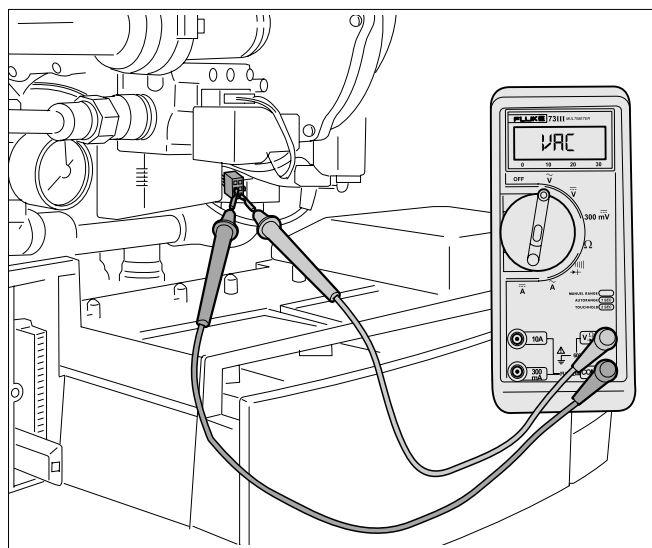
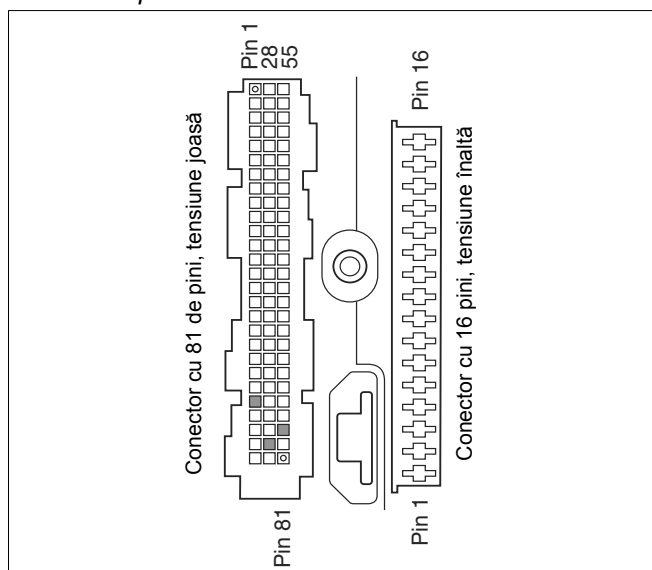
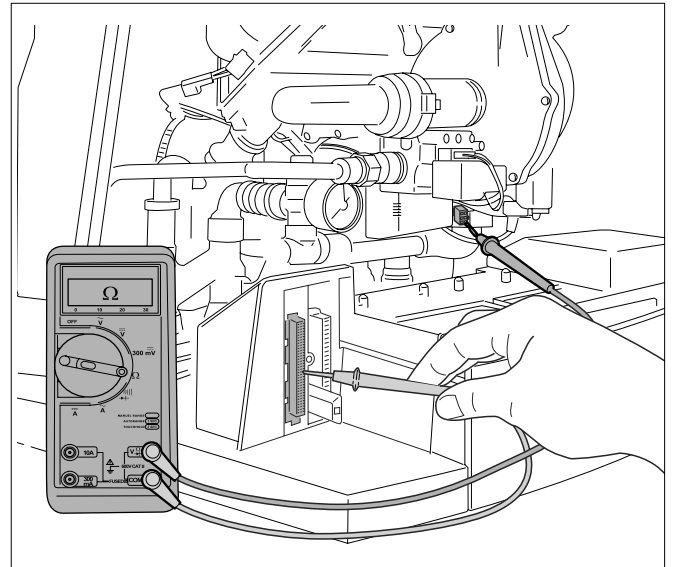

Fig. 68 Verificarea cablului ventilului cu trei căi cu privire la scurtcircuit
Fig. 69 Picioare de montare a UBA3
Fig. 70 Verificarea cablului ventilului cu trei căi cu privire la punctele de rupere
- Verificați cablul ventilului cu trei căi cu privire la scurtcircuit (vezi Fig. 68) și puncte de rupere (vezi Fig. 70) (vezi schema de conexiuni electrice, fig. 143 de la pagina 150 și Fig. 69).